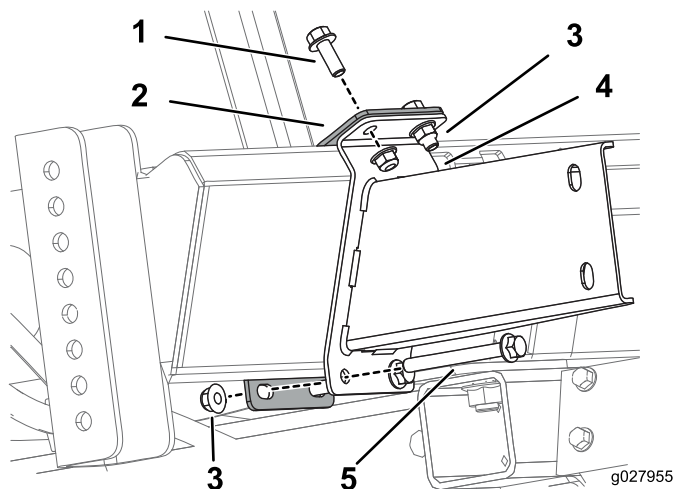

图4
3. 使用 2 个 3/8~16 英寸螺栓、2 个 3/8~16 x 3 1/2 英寸螺栓和 4 个 3/8~16 英寸凸缘螺母将下支架和下支架托架安装在一起, 如图 4 中所示。